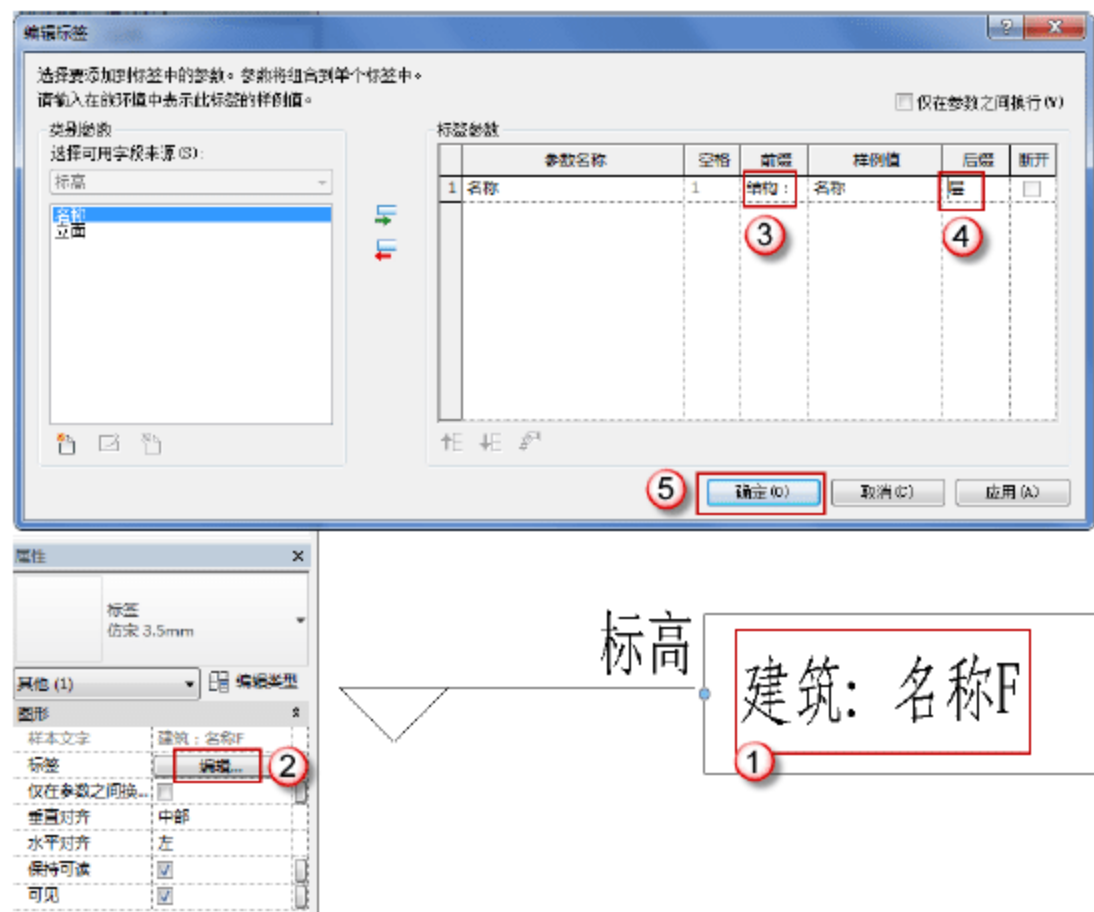
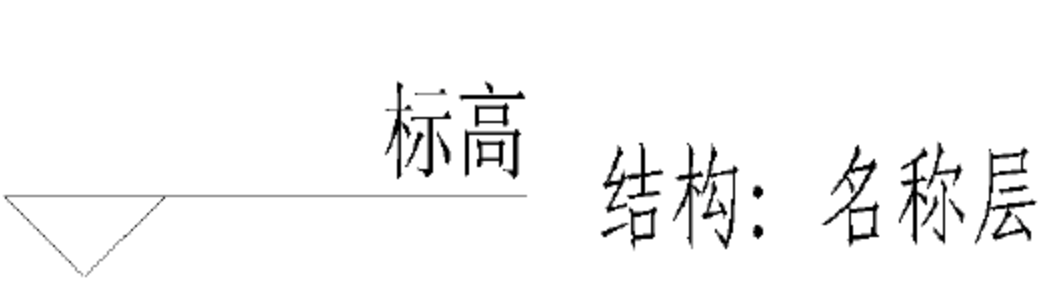

图 1.2.11 更改为结构标高
图 1.2.12 结构标高
(5) 结构标高的制作。在不关闭已经建好的“建筑标高”族的情况下，选择屏幕操作区标高标头中的“建筑：名称 F”文字，单击“属性”对话框中的“编辑”按钮，然后在弹出的“编辑标签”对话框中，在前缀中输入“结构：”字样，在后缀中输入“层”字样，单击“确定”按钮，如图 1.2.11 所示。此时可以观察到，屏幕操作区的标高标头的文字变为“结构：名称层”字样，如图 1.2.12 所示。